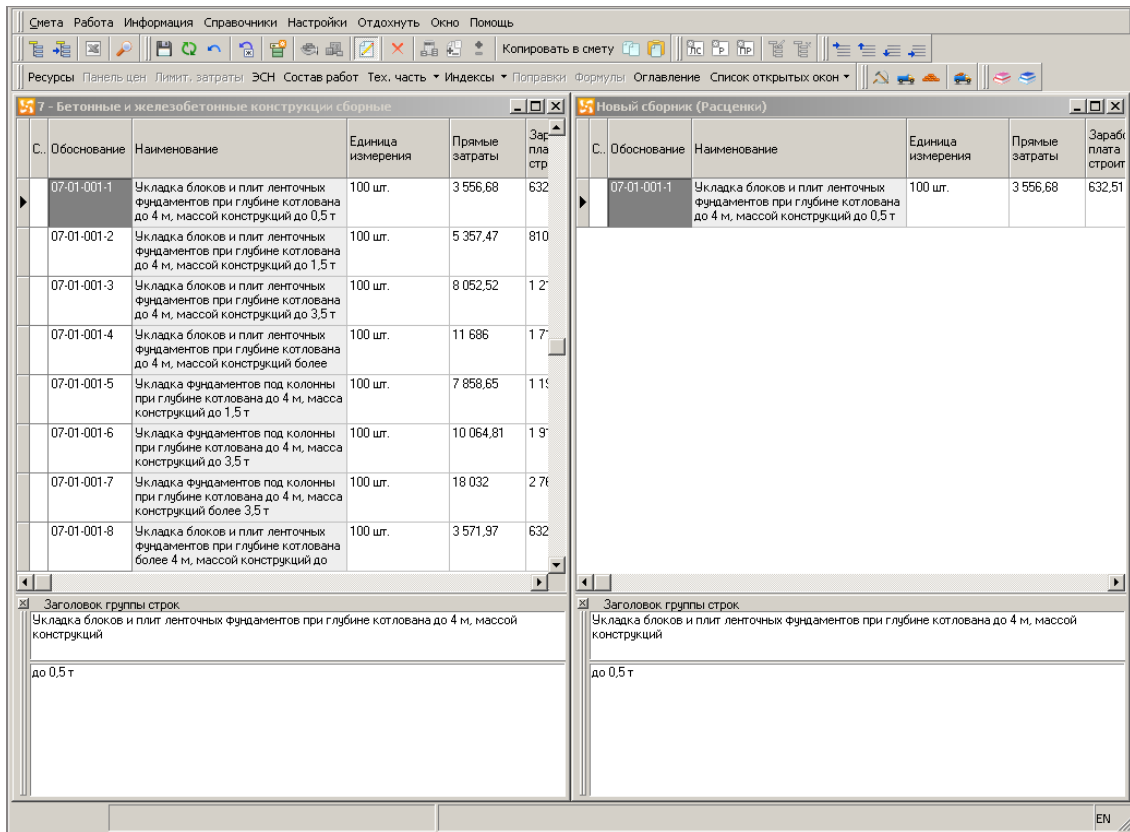

Рис. 1. Окна сборников, упорядоченные вертикально
3. В **Главном меню** выберите пункт **Окно - Упорядочить вертикально**. Результат показан на рис. 1.